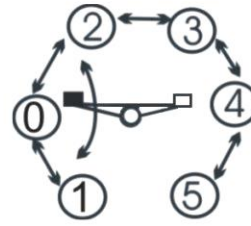

Рис. 11
Педадь переключения передач двигателя (рис. 11)
- выжмите до упора рычаг управления сцеплением и педалью переключения передач, включите первую передачу (порядок переключения передач см. рис. 11);